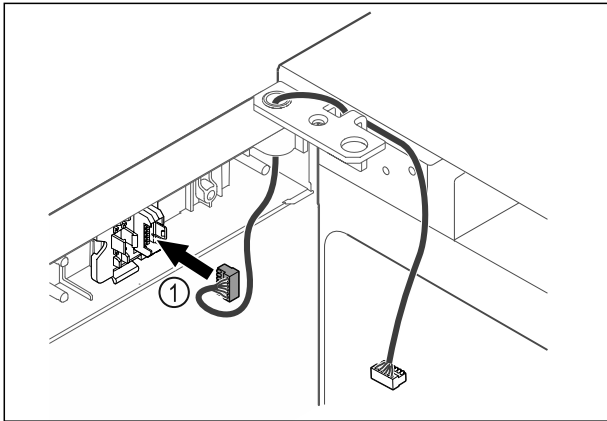

Fig. 44
- ▶ Stekker Fig. 44 (1) in steckerhouder steken.